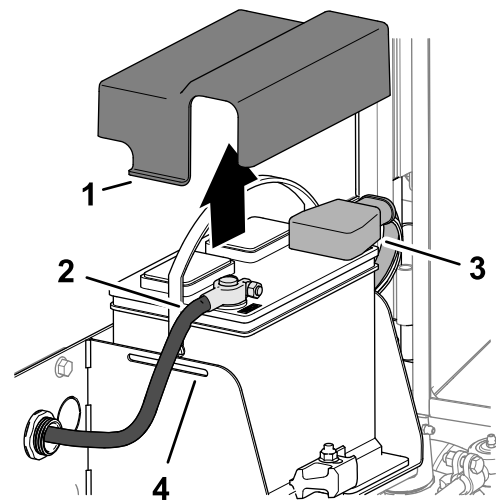

Bild 132
3. Drücken Sie die Seite der Batterieabdeckung zusammen und entfernen Sie die Abdeckung von Batteriefach (Bild 132).